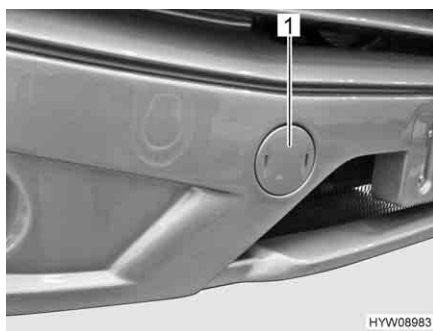

Fig. 38 Copertura (alloggiamento dell'occhiello di traino)
- Rimuovere la copertura (Fig. 38,1) mediante un cacciavite.